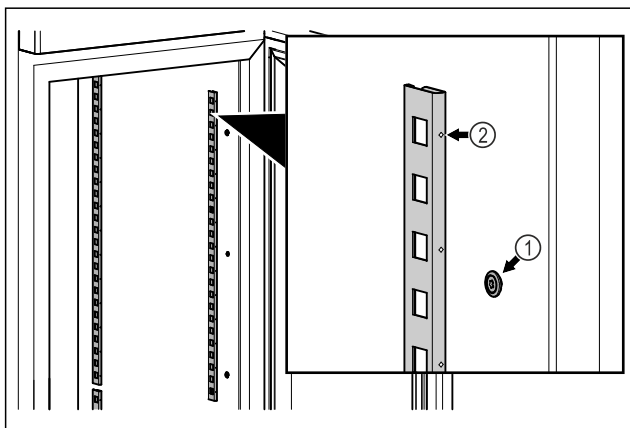

Fig. 56 Esimerkkikuva
- Kiinnitä pidikekiskot Fig. 56 (1) ripustimeen. Merkinnän Fig. 56 (2) on osoitettava eteenpäin.